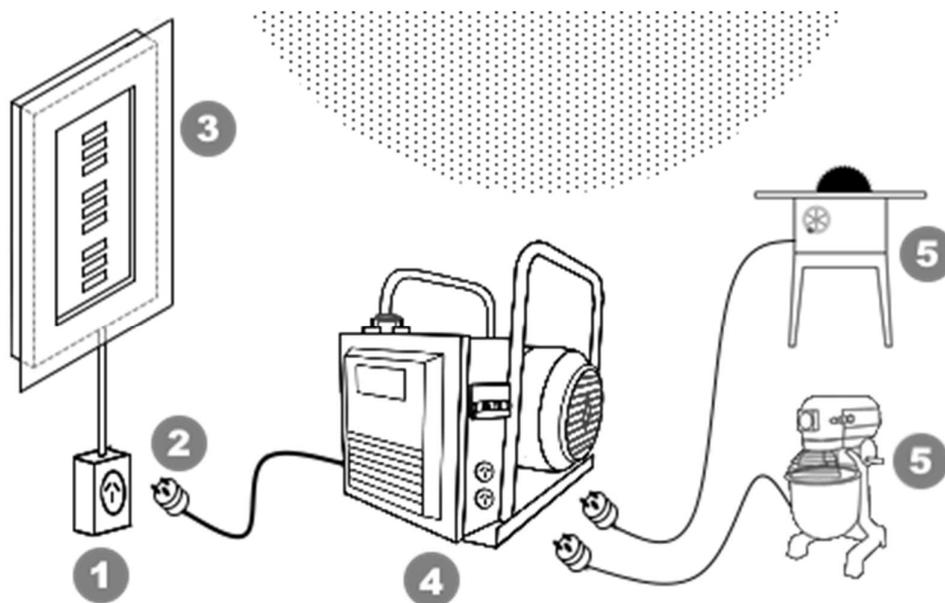

figura 3
2. Como se aprecia en la **figura 3** se conecta el enchufe (2) en el tomacorriente 220V monofásico (1). El circuito del cual se alimenta el convertidor debe ser exclusivo para el mismo (no deben haber otros equipos alimentándose de dicho ramal) y debe venir del respectivo tablero de breaker (3).
- ✓ **Atención:** Se debe tener la precaución de tener el breaker del tablero (3) apagado hasta finalizar la instalación del convertidor.
- ✓ Siguiendo en la **figura 3**, de manera directa con cables ST y enchufe de tipo apropiado desde los equipos a operar (5) hasta a las tomas del convertidor (4). En este caso es recomendable que cada equipo tenga su respectivo breaker de protección.
(1) La conexión entre el tablero de breakers (3) figura 3 y el convertidor se hace desde los bornes del respectivo breaker hasta los bornes del equipo a través del cable especificado en la tabla y canalizado a través de tubería EMT flexible o rígida, ya que la corriente monofásica excede la capacidad de los enchufes y tomacorrientes comerciales.